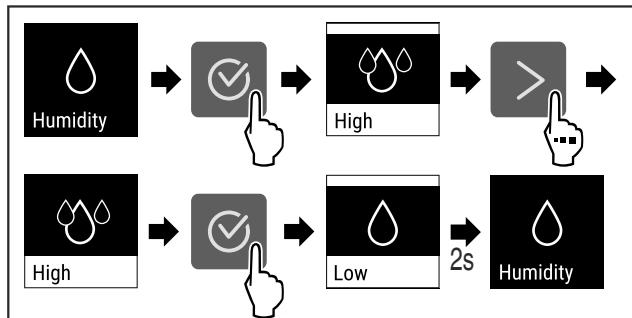

Fig. 76
- Kryeni hapat e veprimit (shihni Fig. 76).